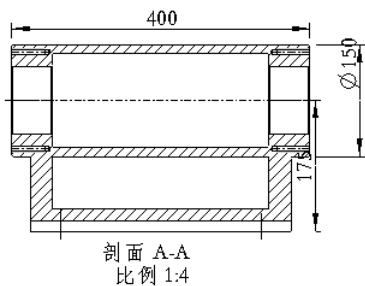

图 5.8.29 基准轴和尺寸显示
Step1. 双击图 5.8.29 所示的左视图。
(1) 单击对话框顶部的 按钮，在绘图区选中要显示基准轴的视图，工程图中显示所有的基准轴，如图 5.8.29 所示，然后在“显示模型注释”对话框中单击 按钮。
(2) 单击 **应用** 按钮，显示基准轴。
(3) 单击对话框顶部的 按钮。
(4) 在模型树中选取特征 **旋转 1**，工程图中显示特征 **旋转 1** 的尺寸，如图 5.8.29 所示，然后在“显示模型注释”对话框中单击 按钮。
(5) 单击对话框中的 **确定** 按钮，完成尺寸显示。
(1) 选取图 5.8.29 所示的尺寸, 右击尺寸文本, 在系统弹出的快捷菜单中选择  拭除命令, 再在图形区的空白处单击, 此时所选尺寸不可见。